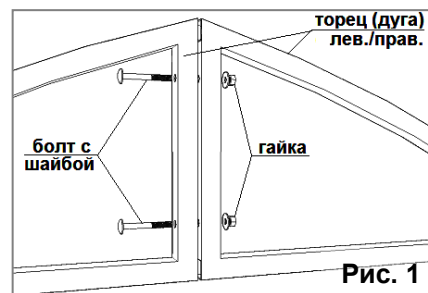
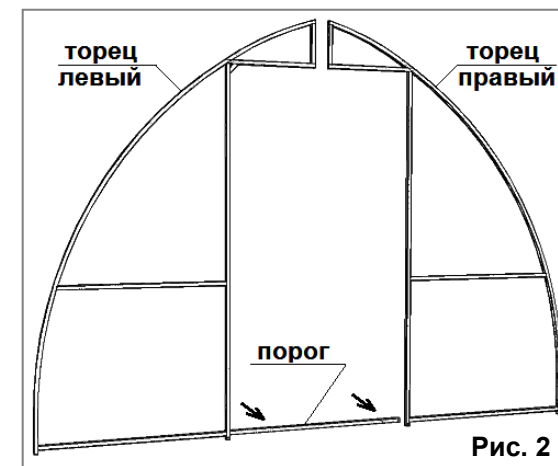

Рис. 1
Рис. 2
5.3.3. Соберите две дуги аналогично соединению торцов (см. рис. 1) с помощью болтов с шайбой и гаек.
Два торца необходимо соединить между собой с помощью двух болтов М6x50 с шайбами. Снизу необходимо прикрутить порог с помощью двух болтов с шайбами и гаек (рис. 1). Схема сборки торца показана на рис. 2.